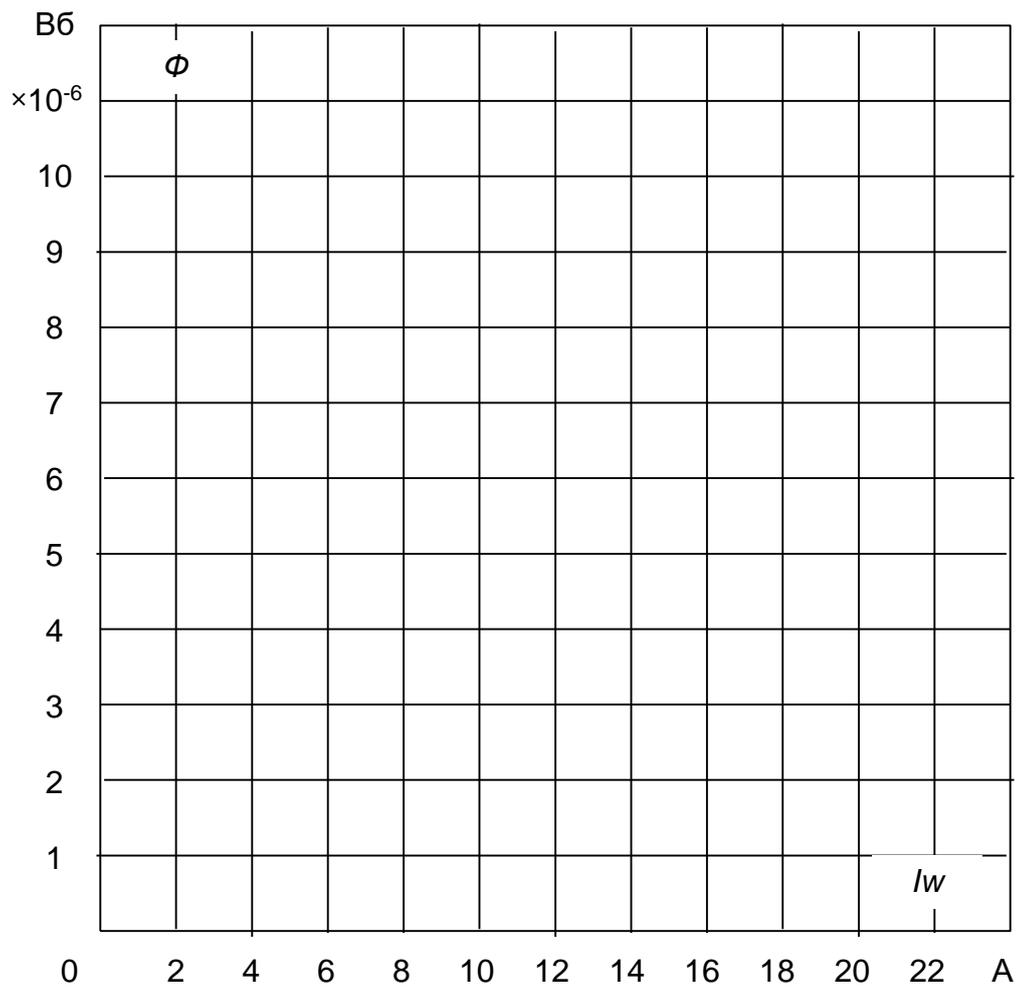

Рис. 7.6
- Постройте экспериментальные графики $\Phi(Iw)$ на рис. 7.6.
- На рис. 7.6 постройте две рассчитанные характеристики $\Phi(I_w)$ и сравните их с опытными.